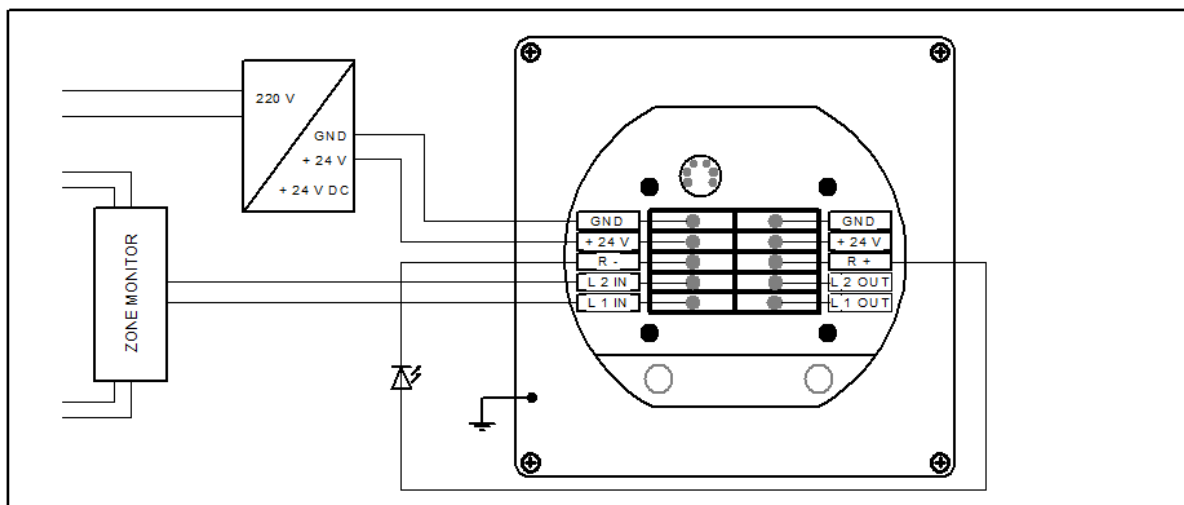

Fig. 2
- Verbinden Sie das Kabel laut Anschlussplan Fig. 2 mit dem Rauchmelder.